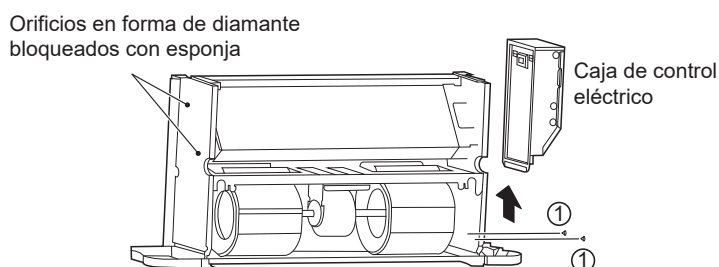

Figura 5-19: Extracción de la caja de control eléctrico y bloqueo de los orificios en forma de diamante
Tal como se muestra en la Figura 5-19, retire los tornillos ①\*2 para extraer la caja eléctrica.
Como se muestra en la Figura 5-19, bloquee los orificios con forma de diamante en la placa lateral (la placa sin tuberías de entrada ni de salida) con una esponja.